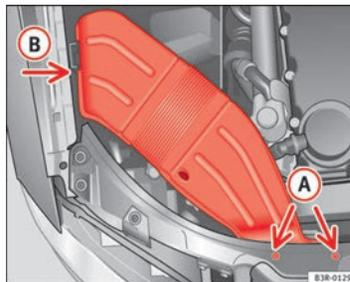

Abb. 202 Luftführungshutze an rechter Fahrzeugseite
- Drehen Sie die Schrauben (A) ⇒ Abb. 202 heraus.
- Ziehen Sie die Luftführungshutze aus der Führung (B) und nehmen Sie diese heraus. ■